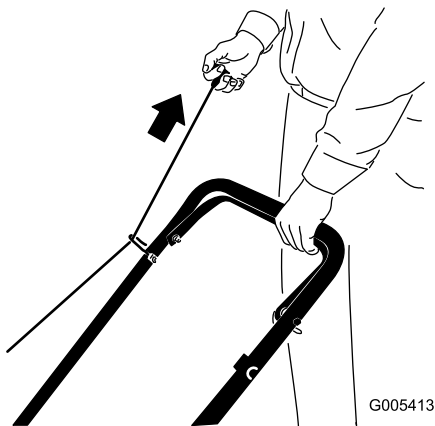
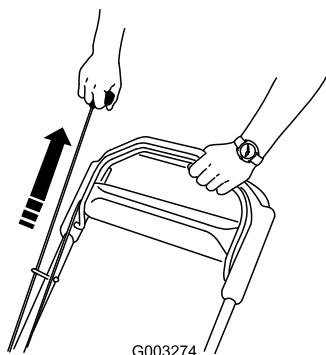

Figure 15
Figure 16
4. Tirez sur la poignée du lanceur (Figure 15) ou (Figure 16).